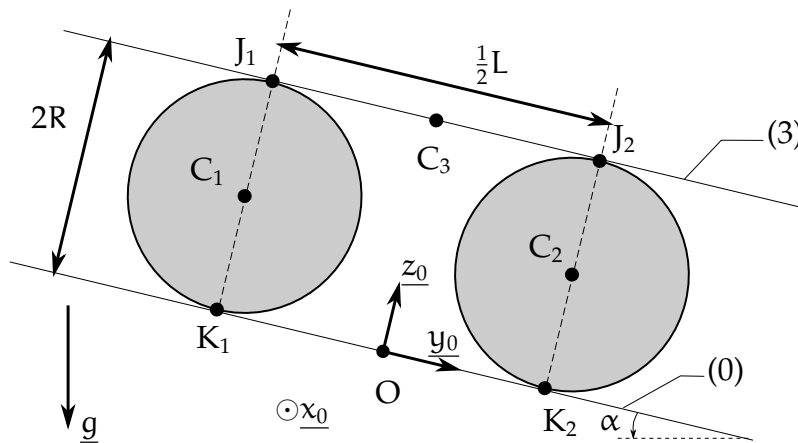

Figure 11 – Système complet dans l'état initial ( $t = 0$ ).
On note  $\alpha$  l'angle d'inclinaison du plan (0). L'accélération de la pesanteur s'écrit  $\vec{g} = -g(-\sin \alpha \vec{y}_0 + \cos \alpha \vec{z}_0)$ . L'état initial du système est celui de la FIGURE 11. Toutes les vitesses initiales sont nulles et en particulier  $\dot{\theta}(0) = 0$ .